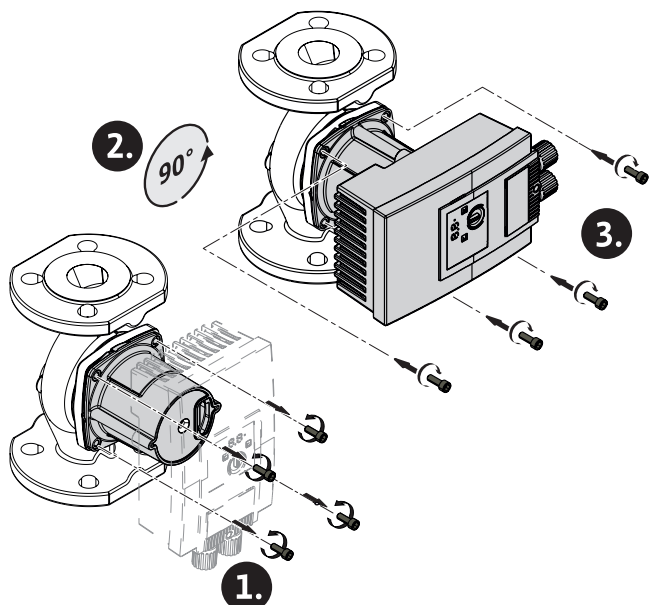

Fig. 5: Alinierea motorului
2. Desfaceți capul motorului și rotiți-l cu atenție → Fig. 5.